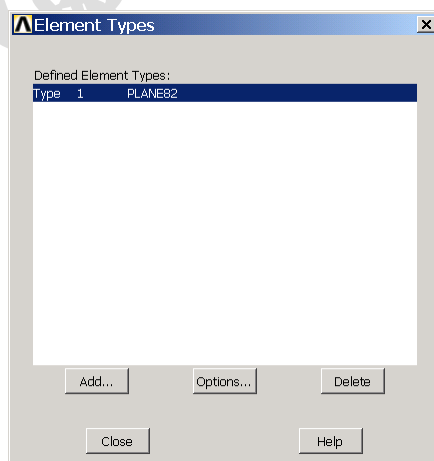

图1.24 【Elenment Types】对话框
(4) 回到【Elenment Types】对话框，如图 1.24 所示。